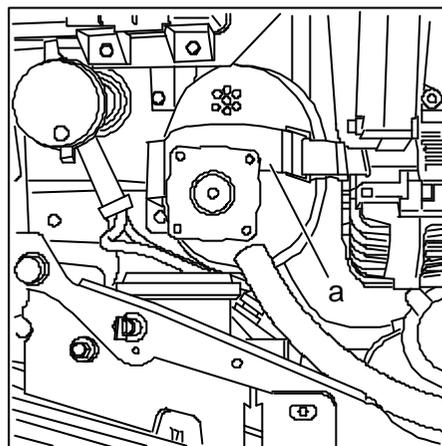

Fig. 1
- ☞ *Fixer le réservoir sur le passage de roue droit par l'intermédiaire du support métallique (Rep. a Fig. 1).*